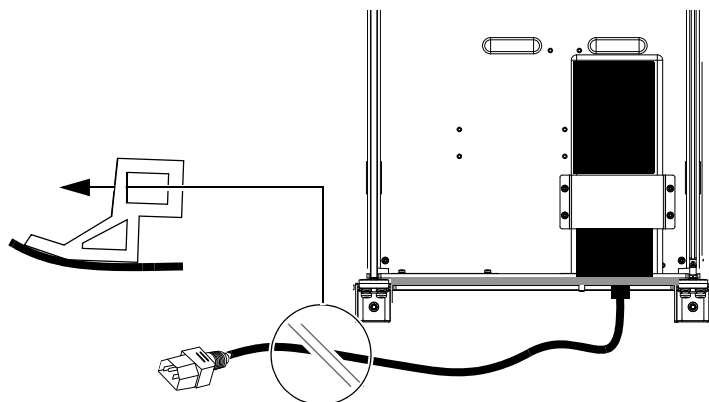

图 15 将线缆从后垫板穿出并将其连接至 PSU（未显示以太网交换机）
- 6 将交流线缆的另一端从各后垫板中的槽口穿出，然后再从后面板中的上部方形线缆引导口穿出（见图 15）。